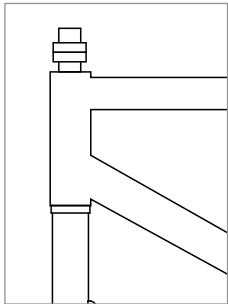

Figure 3
6. Ajoutez une ou plusieurs entretoises au tube de pivot (Fig. 3).